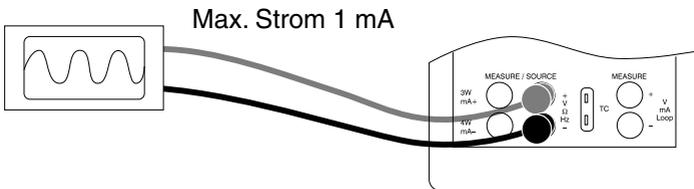

Abbildung 19. Anschlüsse zum Prüfen eines Geräteeingangs
3. Schließen Sie die Prüfkabel an das Gerät und die Kalibratorbuchsen an wie in Abbildung 19 gezeigt.